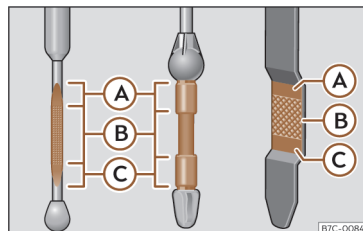

Fig. 222 Varilla de medición del nivel de aceite.
Legenda de la >>> **fig. 222:**
- A continuación, vuelva a extraerla y compruebe el nivel de aceite >>> **fig. 222**. En caso necesario, reponga aceite del motor.
- Cuando el nivel de aceite alcance como mínimo la zona >>> **fig. 222 (B)**, enrosque la tapa de la boca de llenado con cuidado >>> (1).